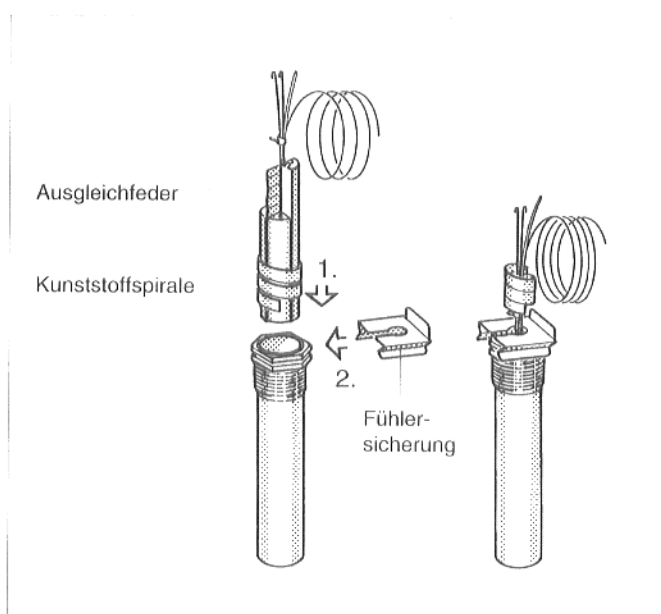

Abb. 18: Tauchhülse und Temperaturfühler
- Temperaturfühler bis zum Anschlag in die Tauchhülse einstecken. Die Kunststoffspirale schiebt sich dabei automatisch zurück. Die Ausgleichfeder muß mit in die Tauchhülse geschoben werden (Abb. 18).
- Fühlersicherung (Lieferumfang Regelgerät) von der Seite oder von oben auf den Tauchhülsekopf drücken (Abb. 18).